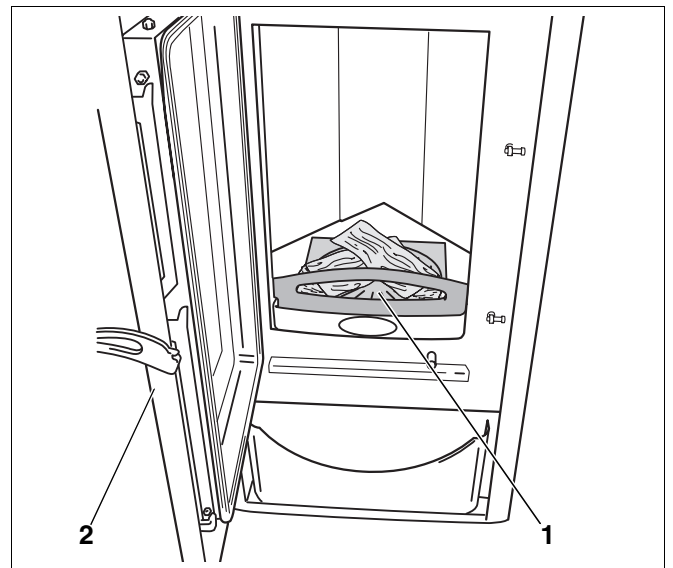

Abb. 28 Feuerraum mit Holzscheiten
- Legen Sie zwei bis drei Holzscheite sowie Kleinholz und Papier oder im Handel erhältliche Zündhilfen auf den Feuerraumboden (Abb. 28, **Pos. 1**).
- Schließen Sie die Feuerraumtür (Abb. 28, **Pos. 2**).